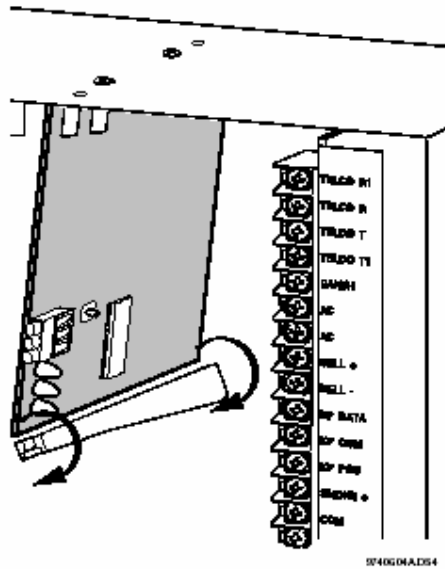

Figure 3. Installing the Module into the Cabinet
3. 把支架旋转到一旁, 把模块放入机箱, 然后向上滑动模块直至机箱外壳 (见图 3)。